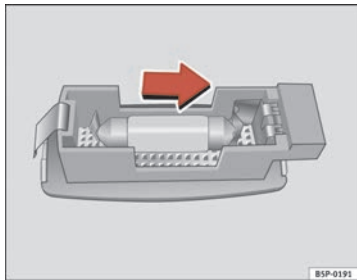

Abb. 180 Ausbau der Leuchte in der Sonnenblende
- Hebeln Sie das Lampenglas mit einem Schraubendreher vorsichtig an der Vertiefung ab, wie dies in der Abbildung gezeigt wird ⇒ Abb. 180.
- Nehmen Sie die Glühlampe in Pfeilrichtung heraus ⇒ Abb. 180.